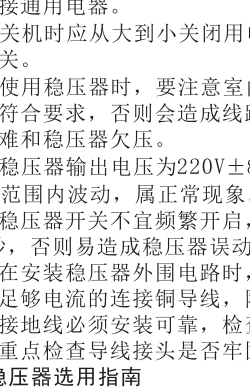

图5: 后板部分
4.2 NCR-1000VA~1500VA自动交流稳压器后板外形见图5;